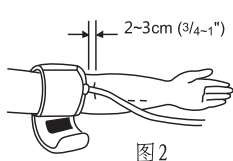

图2
3. 将手臂伸直, 把臂带套在离手肘约 2~3cm 上端, 若您穿的衣服太厚, 请先将衣服脱去, 然后将端部和底部拉紧, 注意不必太松或太紧, 让手感到舒服就行。(如图2所示)